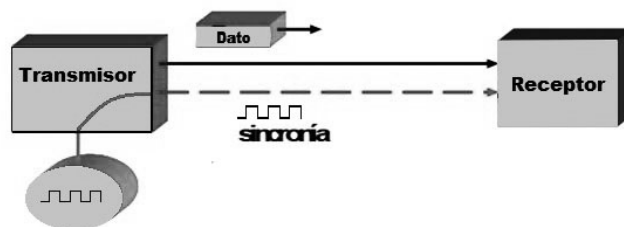

Figura 16.58: Modo de Comunicación Síncrono
- Síncrono: síncrono significa que el dato es enviado junto con la señal de reloj del transmisor (figura 16.58).